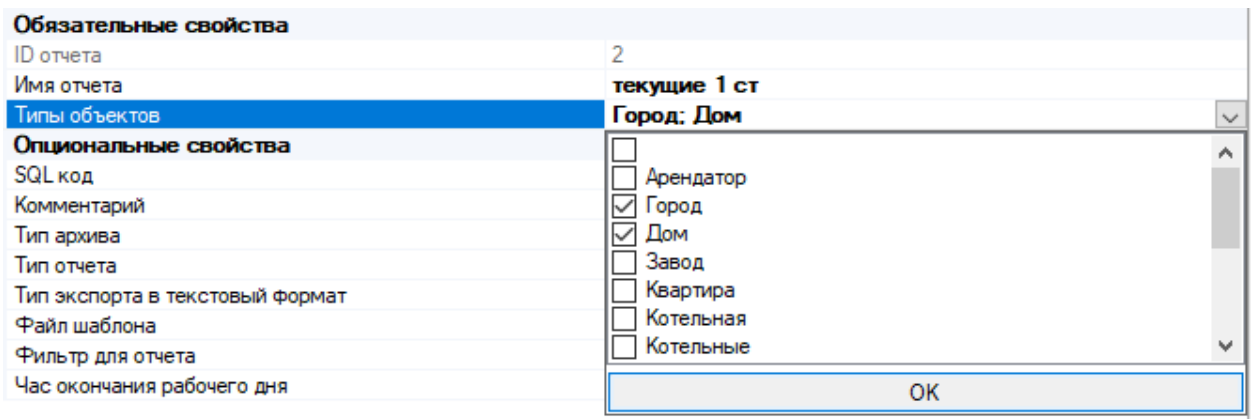

Рисунок 65. Выбор типа объекта
**Тип объектов** позволяет выбрать из выпадающего списка список объектов учета, для которых будет создан отчет, и нажать «Ок» (, например, «Дом»). Можно указать несколько типов мест (рисунок 65). Например, если есть необходимость применить формируемый отчет ко всему дому, то галочку необходимо установить там.